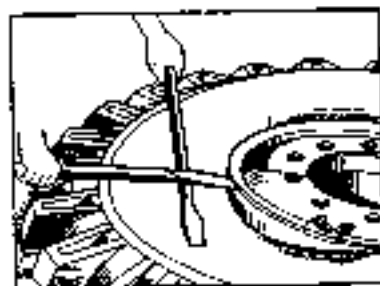

Bild 91. Einlegen des Reifenwulstes in die Montagerille der Felge
4. Der andere Wulst wird auf die Felge an der dem Ventil entgegengesetzten Seite montiert. Hierzu das flache Ende des langen Montierhebels in die Schloßnut der Felge einsetzen und den kurzen Montierhebel auf den Reifen quer zum langen Hebel legen (Bild 91). Den langen Montierhebel drücken und dadurch den Wulst auf die Felgenschulter setzen. Den Vorgang am ganzen Umfang wiederholen.